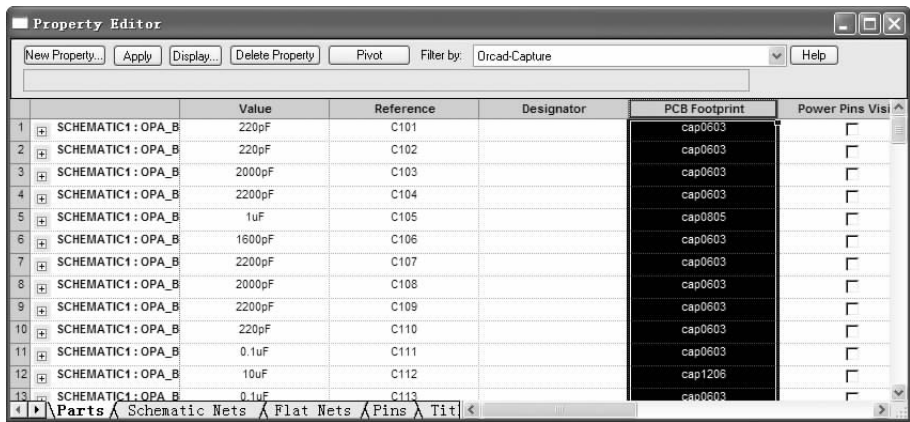

图 5-38 选中属性
1) 选择 “Orcad – Capture”，添加 “PCB Footprint” 属性，如图 5-38 所示。